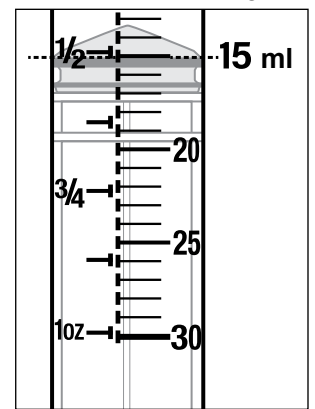

Figure 3.
9. En fonction de l'altitude de votre emplacement, comparer la lecture de pression à la Figure 3 (pour l'altitude en mètres) ou à la Figure 4 (pour l'altitude en pieds).
10. Si la lecture de pression ne se situe pas dans la zone ombrée de la Figure 3 ou 4, contacter IOPI® Medical ou le distributeur local.